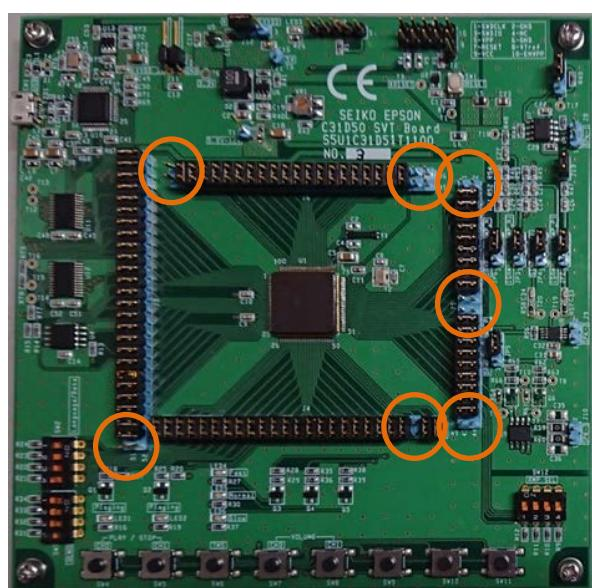
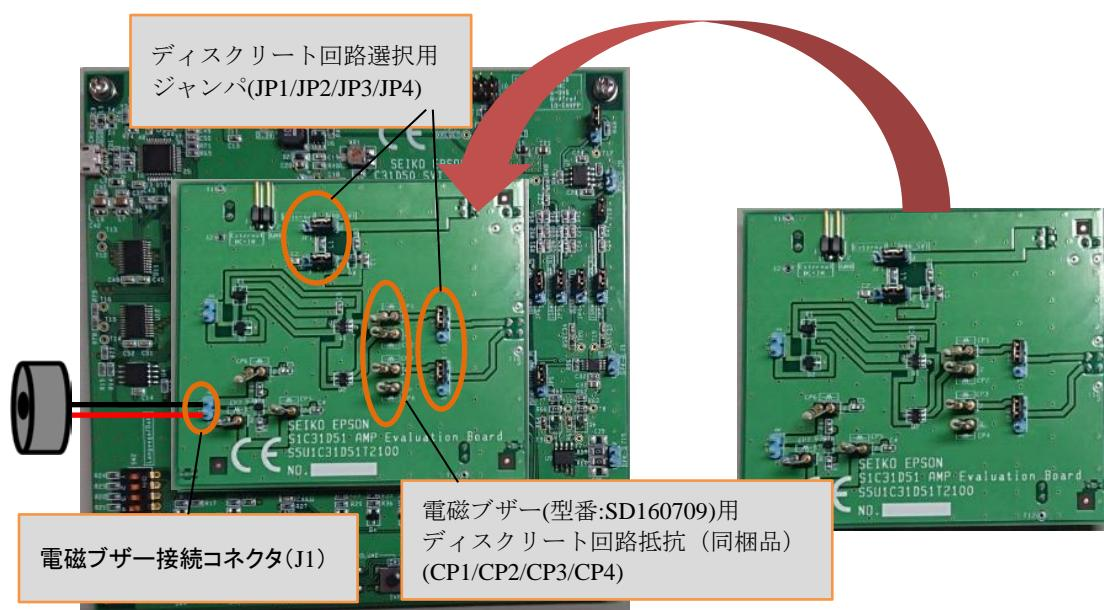

図 3.20.3 評価ボード(S5U1C31D51T1)のジャンパ設定 (ブザーボード(S5U1C31D51T2)との勘合時)
図 3.20.4 電磁ブザー使用時のブザーボード(S5U1C31D51T2)のジャンパ設定および抵抗値
1. 評価ボード(S5U1C31D51T1)とブザーボード(S5U1C31D51T2)を、シルクの向きを合わせて勘合します。(表 3.20.3、図 3.20.3、図 3.20.4 参照)
2. ブザーボードのジャンパおよび抵抗値を確認します (表 3.20.4、図 3.20.4 参照)。
3. ブザーボード(S5U1C31D51T2)に同梱の電磁ブザー(TDK 製 SD160709)を、ブザー接続コネクタに接続します (図 3.20.4 参照)。
- 評価ボード(S5U1C31D51T1)とブザーボード(S5U1C31D51T2)を、シルクの向きを合わせて勘合します。(表 3.20.3、図 3.20.3、図 3.20.4 参照)